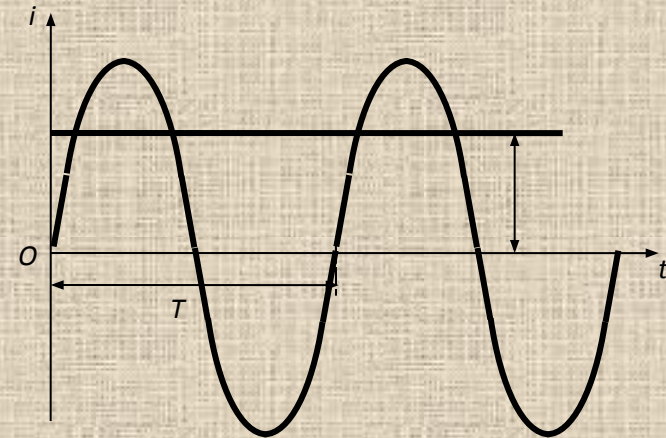

Рис. 1
- Установившиеся вынужденные электромагнитные колебания в цепи с резистором, катушкой индуктивности и конденсатором можно рассматривать **как переменный электрический ток**. Если подводимые к контуру внешняя ЭДС или напряжение периодически изменяются по гармоническому закону, то переменный ток называют **синусоидальным** (рис. 1):